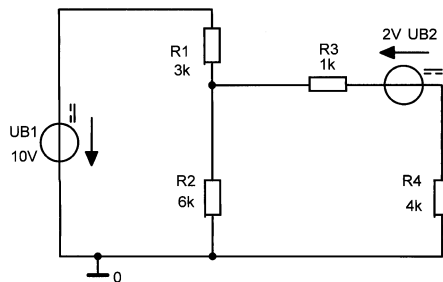

Bild 2.13: Schaltung mit zwei Spannungsquellen. *2_Spann.opj*
Legen Sie ein Projekt *2_spann* an und zeichnen Sie die Schaltung von Bild 2.13²⁾. Legen Sie ein Simulationsprofil *bias* an. Stellen Sie PSPICE auf die Probe, indem Sie es für diese nicht ganz einfache Schaltung mit zwei Spannungsquellen den Strom durch R_2 berechnen lassen:
2) Nachdem Sie die DC-Spannungsquelle *UB2* auf dem Schaltplan platziert haben, ist diese erst einmal falsch orientiert. Die von Bild 2.13 vorgegebene Orientierung erhalten Sie durch Rotieren <R> und anschließendes Spiegeln (rechte Maustaste und dann *MIRROR HORIZONTALLY*).